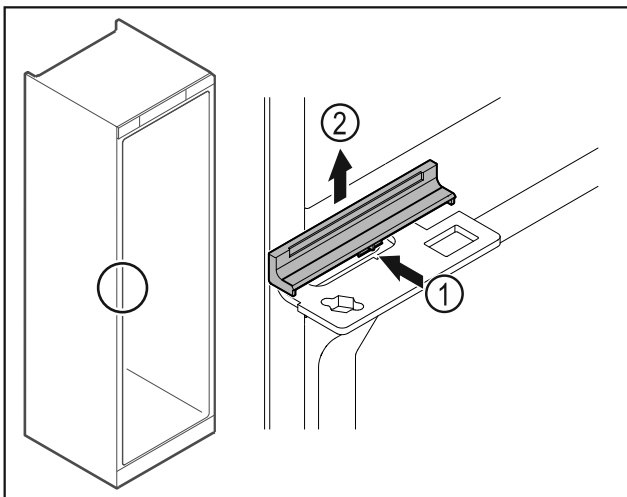

Fig. 44
- Premere leggermente la copertura Fig. 44 (1) al centro e rimuoverla sollevandola verso l'alto Fig. 44 (2).